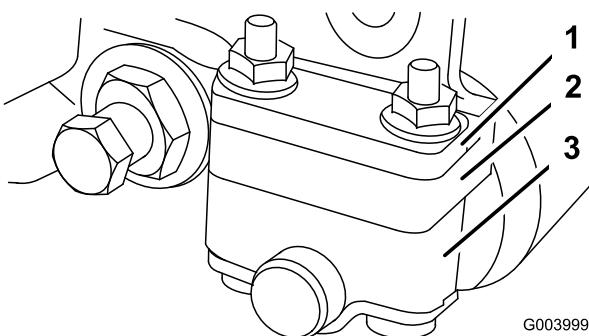
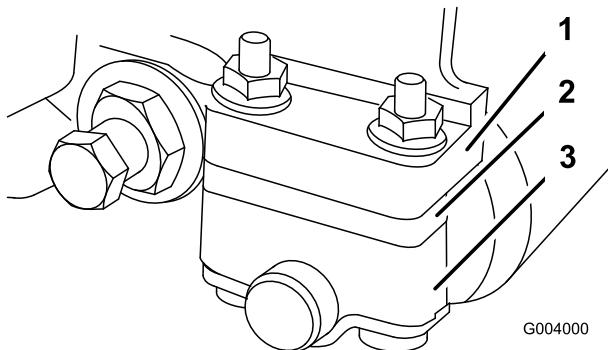

Figura 49
Figura 50
- Regolate le staffe del rullo posteriore nella posizione superiore o inferiore, secondo il range di altezze di taglio preferito (Figura 49 e Figura 50).
- Con un range di altezze di taglio da 3 mm a 25,4 mm collocate il distanziale sotto la flangia di montaggio della piastra laterale (Figura 50).